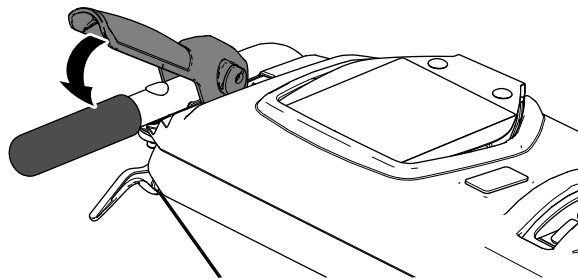

Figura 14
2. Apriete lentamente la palanca de tracción hacia la empuñadura izquierda (Figura 14).